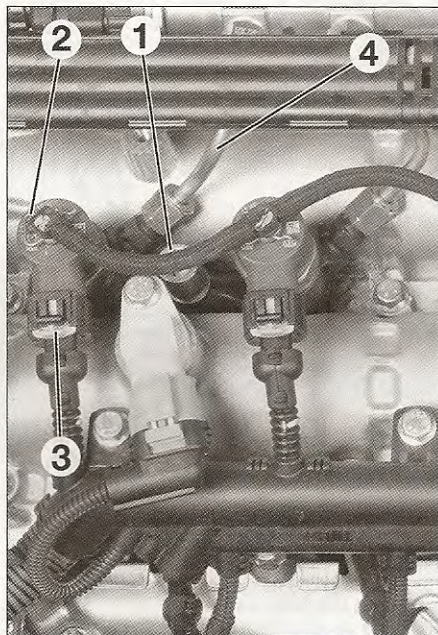
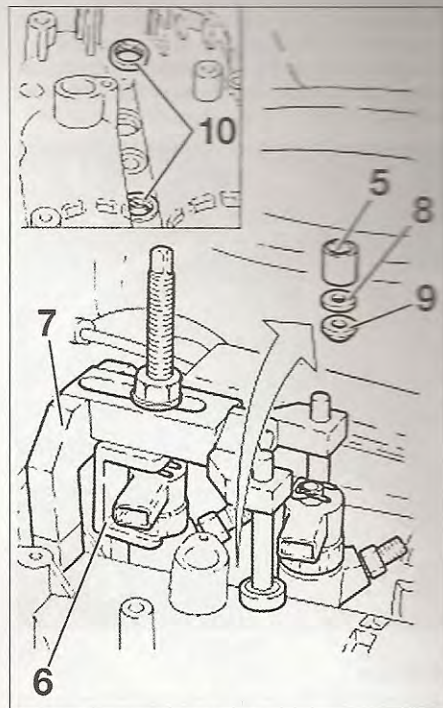

FIG. 17
FIG. 18
- 6. Extractor de inyector (ref. Fiat: 1870900700) (**fig. 18**).
- 7. Extractor de inyector segunda parte (ref. Fiat: 1870739000) (**fig. 18**).
- Desconectar **(fig. 17)**:
- los manguitos de retorno de pérdida (1); para ello, quitar las grapas (2).
- los conectores eléctricos de los inyectores (3).
- los conductos alta presión rampa/inyectores (4).
- Desmontar la tuerca (5) que fija la brida de los inyectores **(fig. 18)**.
- Recuperar los arandelas plana (8) y cónica (9).
- Desmontar el conjunto inyectores utilizando un extractor adaptado (ejemplo útil Fiat ref: 1870900700 (6) más ref: 1870739000 (7)).